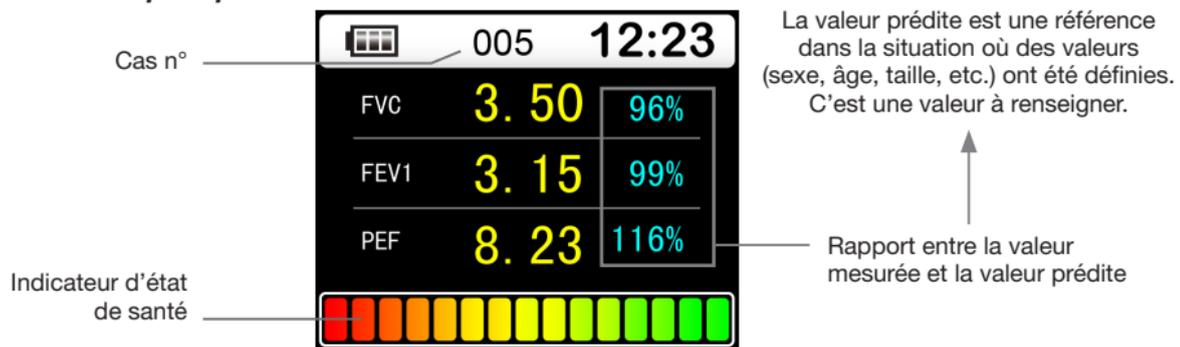

Figure 4 Interface des paramètres principaux
2. Dans l'interface de test [Testing], inspirez complètement, scellez les lèvres autour de l'embout buccal et soufflez tout l'air aussi fortement que possible en un minimum de temps, attendez quelques secondes, pour que l'appareil accède à l'interface des paramètres principaux [Main parameter] comme indiqué dans la Fig. 4.
- a. **Interface des paramètres principaux** : affiche le rapport entre la valeur prédite et la valeur mesurée de trois paramètres principaux. Le ratio reflète l'état de santé, les paramètres corrects des informations personnelles sont la clé pour obtenir le taux d'exactitude. Cette interface peut également afficher l'état de la batterie, l'heure, le numéro de cas et l'indicateur d'état de santé, comme le montre la Fig. 4.